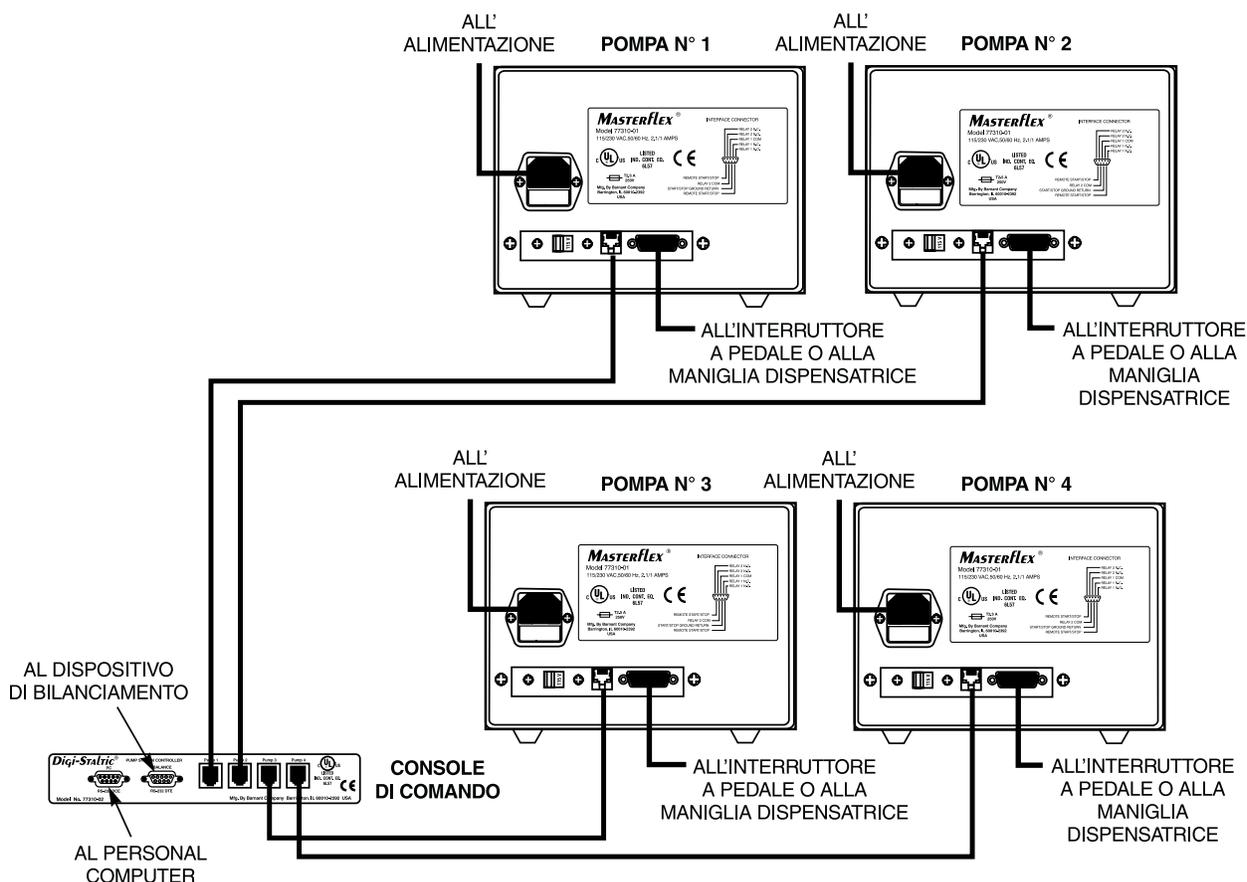

Figura 4. Interconnessione dei componenti
Consultando la Figura 4, collegare gli elementi componenti del sistema dispensatore. Accertarsi che gli innesti siano ben inseriti a scatto nei connettori sul retro della console di comando e sul retro di ogni azionamento.
Accertarsi che la presa in c.a. sia collegata a massa e sia conforme alla normativa locale e nazionale. Dato che si lavora con liquidi, è consigliabile usare un'alimentazione in c.a. con interruttore di messa a terra accidentale. Usare il cavo elettrico in dotazione ad ogni pompa del sistema. Consultare la Figura 4 e innestare la spina femmina nel connettore sul retro dell'azionamento della pompa. Inne-
3. Consultare la Figura 4 e collegare il dispositivo di bilanciamento al connettore contrassegnato BALANCE (bilanciamento) sul retro della console.
2. Consultando la Figura 4, collegare il connettore DB-9 dell'interruttore a pedale o della maniglia dispensatrice al connettore a nove pin sul retro dell'azionamento della pompa.